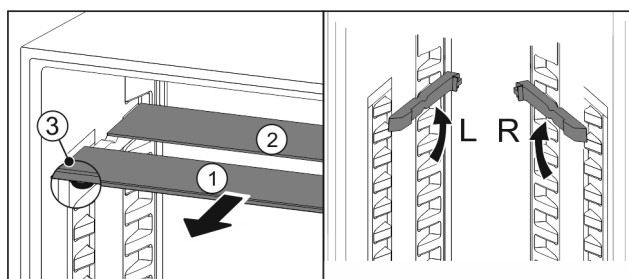

Fig. 137
- Glasplatten einzeln nach vorne herausziehen Fig. 137 (1).
- Glasplatte Fig. 137 (1) mit Zierleiste liegt vorne.
- Stopps Fig. 137 (3) zeigen nach unten.